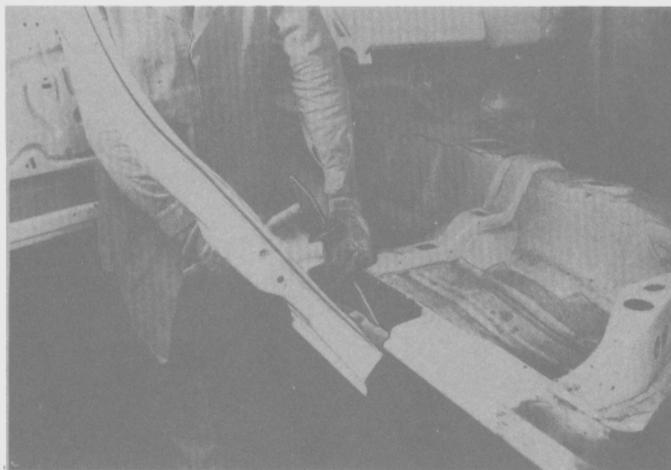

Fig. 258
- Separar el pilar "B" del zócalo/larguero. (Fig. 258).